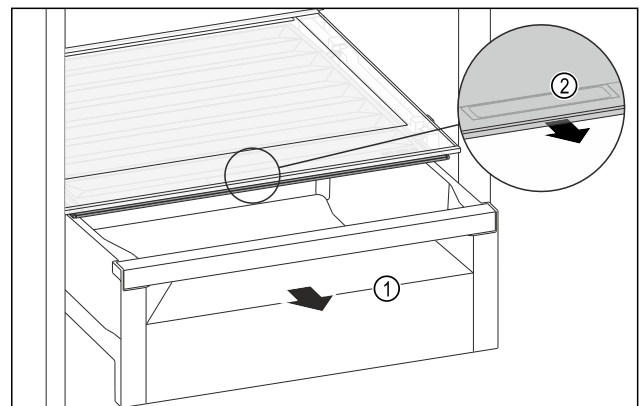

Fig. 144
- Schubfach Fig. 144 (1) herausziehen.
- Griffmulde Fig. 144 (2) am Fachdeckel anfassen und Fachdeckel gleichzeitig nach vorne ziehen.